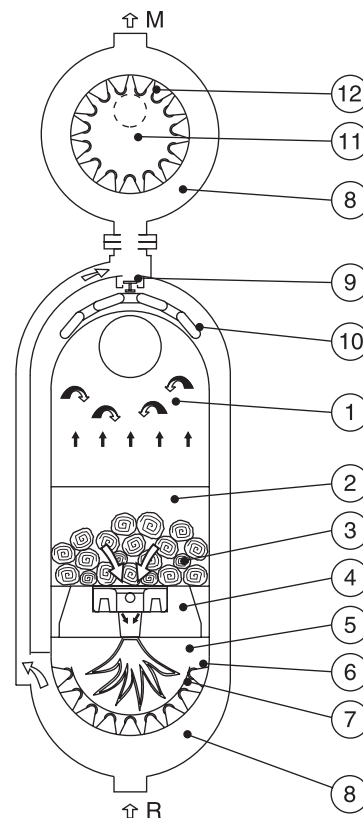

fig. 3
Il corpo caldaia è formato da due elementi ovoidali l'uno inserito all'interno dell'altro, in modo che tra i due si formi una intercapedine d'acqua (fig. 3).
Possiamo distinguere le seguenti parti (fig. 3):
I residui solidi della combustione (ceneri), che si appoggiano sulla culla in acciaio (fig. 3, pos. 7) ad alta temperatura diverranno col tempo sempre più leggeri sino a che saranno trascinati dalla velocità dei gas e si depositeranno nella zona più bassa della camera fumo posteriore dalla quale verranno rimossi durante le operazioni di pulizia.
il bruciatore è composto da una pietra refrattaria (fig. 3, pos. 4). Tale pietra presenta un'apertura ovale centrale da cui passa la fiamma.